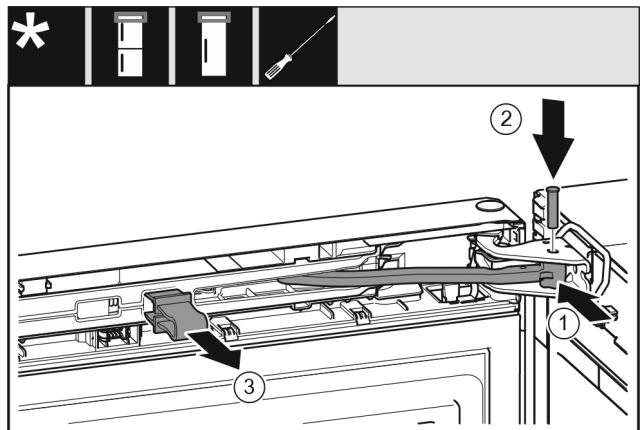

Fig. 72
- ▶ Forgassa a csapágybakba a csuklót Fig. 72 (1).
- ▶ Helyezze be a csapszeget Fig. 72 (2) a csapágybakba és a csuklóba. Közben ügyeljen arra, hogy a reteszelő bütyök megfelelően illeszkedjen a horonyba.
- ▶ Vegye le a biztosítékot Fig. 72 (3).